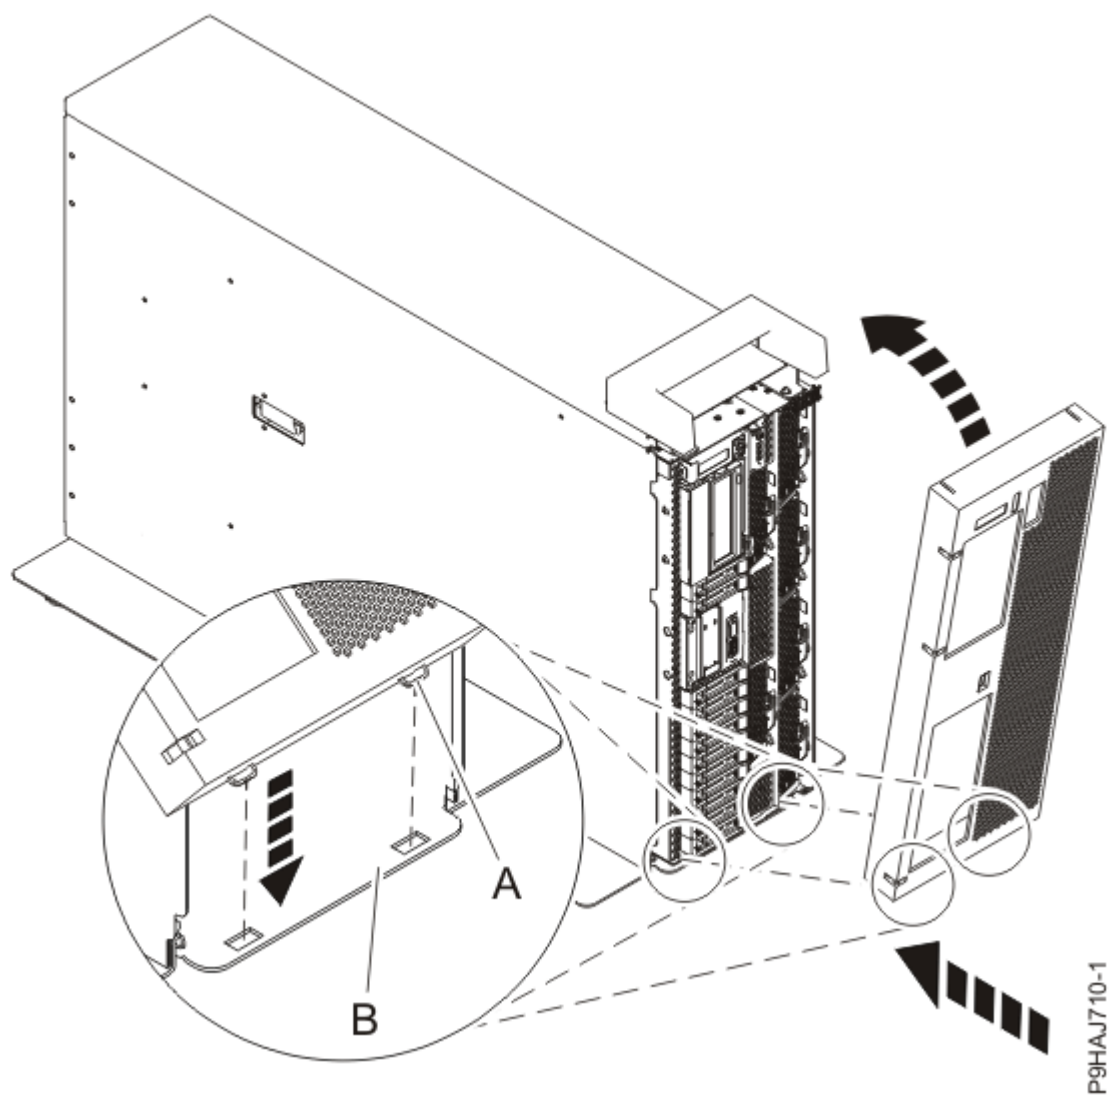

図 46. 前面カバーおよび前面ドアの取り付け
- b) 48 ページの図 46 に示すように、2 つのカバー・タブ (A) がベース・プレート (B) のスロットに収まるように、カバーを位置合わせします。